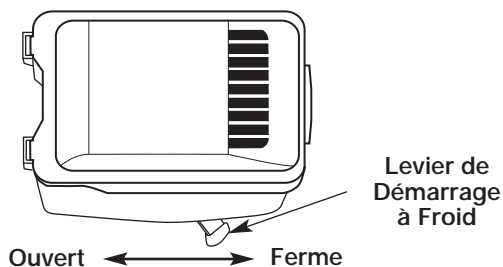

Fig. 13
**SI FROID...** Par temps froid (sous 4°C/ 40°F), mettez le levier de démarrage à froid (Fig. 13) en position start/closed (fermé) et passez à l'étape 4. N'abaissez PAS ce levier si la température dépasse 4°C (40°F).